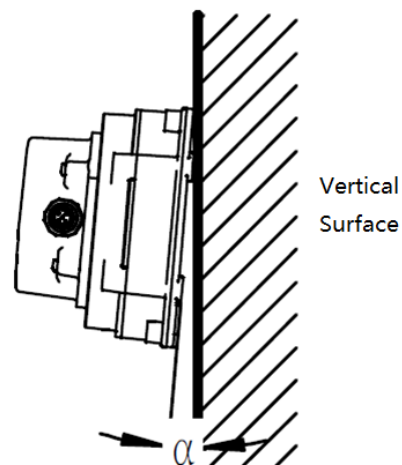

Abbildung 4-1
(1) Die Montagefläche des Sensors sollte parallel zur vertikalen Fläche montiert werden. Die Neigung zwischen dem montierten Sensor und der vertikalen Fläche darf  $-1^\circ \leq \alpha \leq +1^\circ$  betragen, wie in Abbildung 4-1 dargestellt.